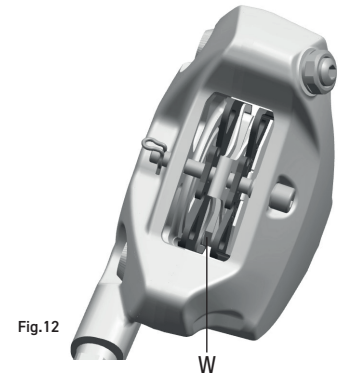

Fig. 12
- desgaste excesivo de las pastillas de frenos (ya que no se ve la marca de desgaste de una o varias pastillas) (W - Fig. 12)